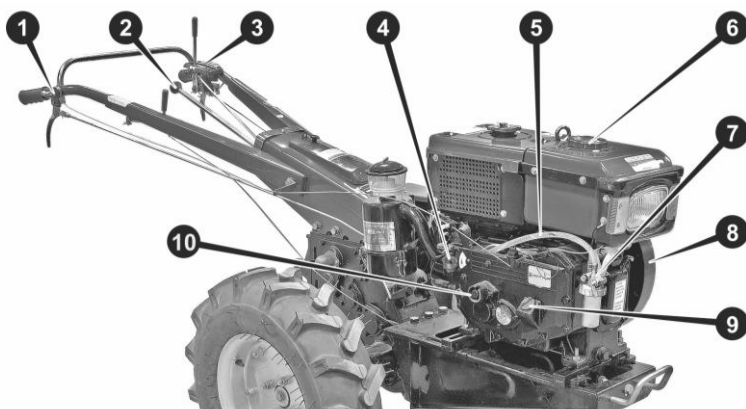

Рисунок 36. – Пробний запуск
3. Встановити важіль зчеплення (3) у положення «ВИМК». Важіль перемикання передач (2) встановити у нейтральне положення.
4. Перевірити, щоб гайка-баранчик (4) не була затиснута. Встановити важіль ручного газу (1) на максимум (вгору). Відкрити паливний кран (7), переконатися у відсутності підтікання палива.
5. Дістати з інструментального ящика пускову рукоятку (11) і вставити у спеціальне гніздо (10) на кришці картера двигуна. Рукоятка повинна виступати храповика зафіксуватись на пусковому валу.
6. Щоб створити потрібний тиск палива на форсунці, треба повернути лівою рукою важіль декомпресора (12) у крайнє положення, до упору, а правою плавно обертати рукоятку (11) за годинниковою стрілкою – зробити кілька обертів.
7. Утримуючи декомпресор (12) у повернутому положенні, з прискоренням
- розкручувати маховик (8), максимально збільшуючи оберти. Коли через 5-7 обертів рукоятки швидкість обертання маховика стане максимальною, зробити посилений ривок рукоятки і одночасно відпустити декомпресор.
8. Відразу як тільки двигун заведеться, повернути рукоятку (11) до інструментального ящика.
9. Через 5-10 секунд після запуску двигуна встановити важіль ручного газу (1) на середні оберти. Для контролю працездатності двигуна достатньо дати йому попрацювати 1-2 хвилини.
11. Щоб заглушити двигун, встановіть важіль ручного газу (1) в мінімальне положення, після цього необхідно відразу закрити паливний кран (7) (див. рис. 36.)